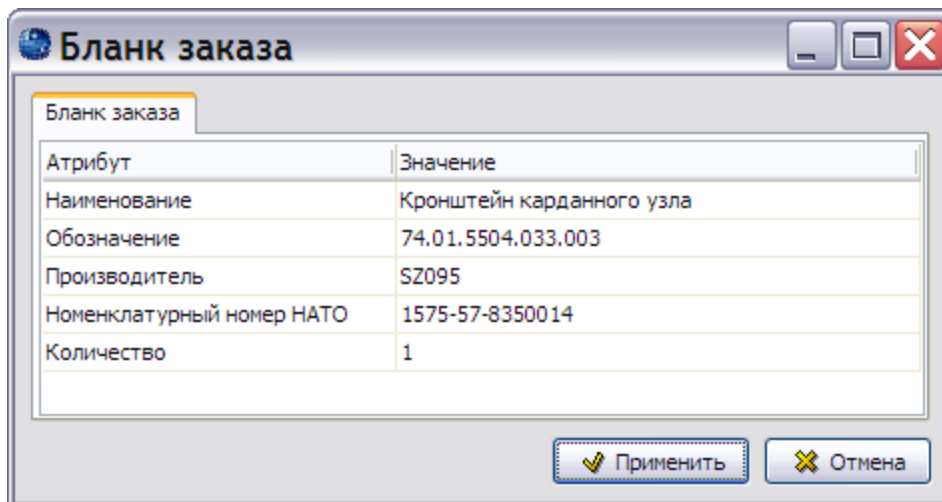

Рис. 117
2. На панели инструментов выберите инструмент **Добавить в заказ** . Действие данного инструмента аналогично действию кнопки **Добавить в заказ**  на панели инструментов главного окна и приводит к появлению диалогового окна **Бланк заказа** (Рис. 117).
Окно **Бланк заказа** имеет вид, показанный на рис. 117, только в том случае, если соответствующие установки были заданы в модуле TG Designer на этапе подготовки шаблона проекта. Если соответствующие установки произведены не были, то используется встроенный в программу бланк заказа (Рис. 118).